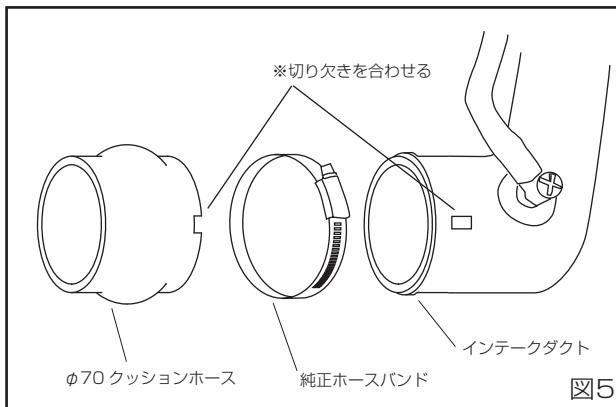

図5
- インテークダクトへφ70クッションホースを取り付け、純正ホースバンドを使い固定する。(図5)